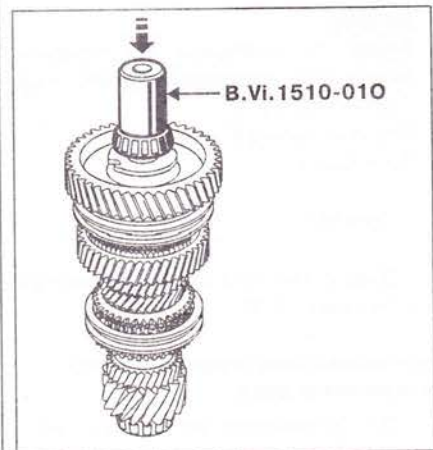

Рис. 5.66. Установите игольчатый подшипник **И**, шестерню заднего хода **Ж**, ступицу зубчатой муфты **К** заднего хода.
36. Установите игольчатый подшипник **И**, шестерню заднего хода **Ж** с установленным кольцом синхронизатора (рис. 5.66). При помощи приспособления **В. Vi. 1510-01**, индекс **N**, насадите ступицу зубчатой муфты **К** заднего хода.